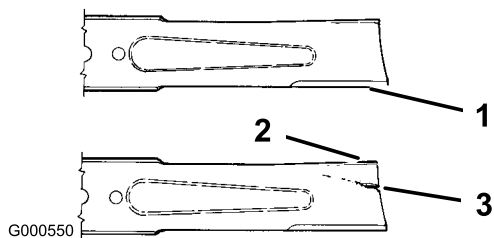

Figura 38
1. Inspeccione los filos de corte (Figura 38). Si los bordes no están afilados o tienen mellas, retire las cuchillas y afílelas; consulte Cómo afilar las cuchillas.
2. Inspeccione las cuchillas, especialmente la parte curva (Figura 38). Si observa daños, desgaste o la formación de una ranura en esta zona (elemento 3 en la Figura 38), instale inmediatamente una cuchilla nueva.